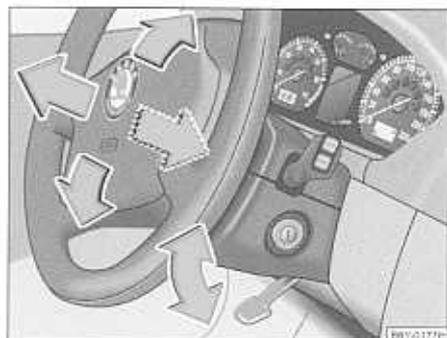

Fig. 82. Volante regulable: Palanca bajo la columna de dirección
- Gire la palanca situada bajo la columna de dirección ⇒ fig. 82 hacia abajo ⇒ ⚠.